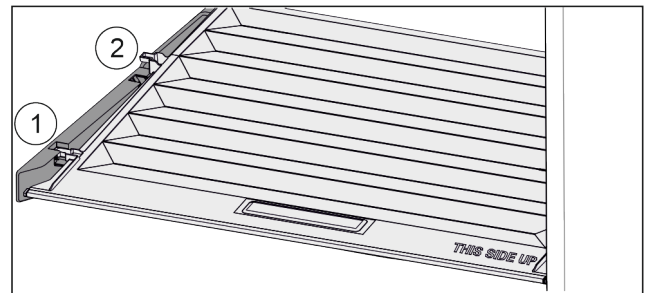

Fig. 73
- Tirare in avanti il coperchio fino all'apertura nei fermi Fig. 73 (1).
- Sollevare posteriormente dal basso e togliere verso l'alto Fig. 73 (2).